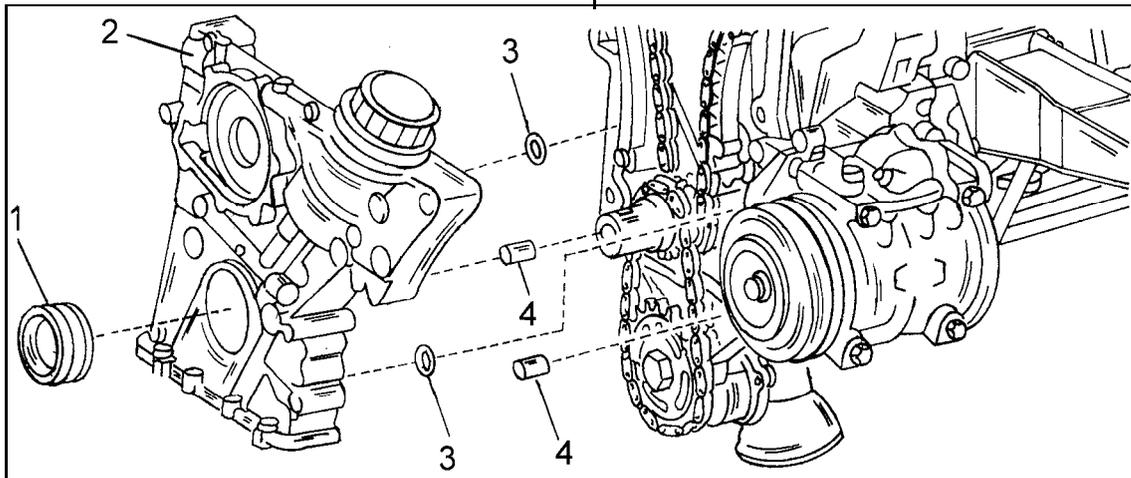

Bild 40
● Die Befestigungsschrauben des Steuerdeckels lösen und den Deckel abnehmen. Der Deckel wird mit zwei Passstiften geführt und muss vorsichtig abgedrückt werden. Dabei nicht die Zylinderkopfdichtung an den Pfeilstellen in Bild 39 beschädigen. Die Schrauben beim Einbau mit 21 Nm anziehen. Zu beachten ist, dass nicht alle Schrauben die gleiche Länge haben. Die Einbaulage entsprechend kennzeichnen. Bild 40 zeigt, wie der Steuergehäusedeckel an
Der Einbau des Steuerdeckels geschieht in umgekehrter Reihenfolge wie der Ausbau. Die Deckelfläche und die Fläche am Zylinderblock gründlich reinigen. Die beiden „Öl-Dichtringe“ (3) in Bild 40 in der Rückseite des Deckels erneuern. Die Deckelfläche mit Dichtungsmasse (Omnifit FDIO) einschmieren. Darauf achten, dass diese nicht in den Ölraum („C“, Bild 39) für den Kettenspanner kommen kann.